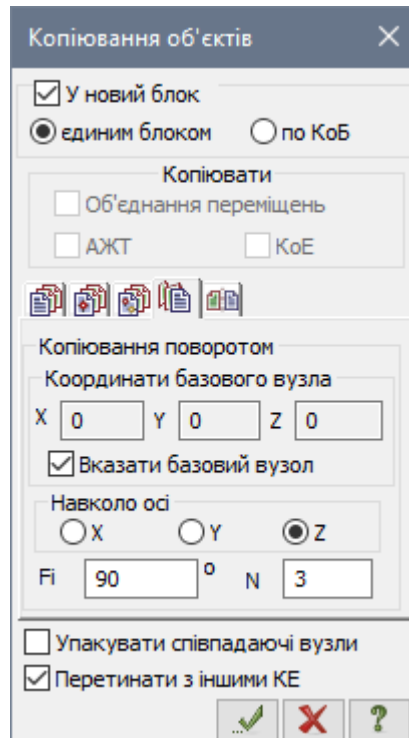

Рис. 5.12. Діалогове вікно Копіювання об'єктів
- Відкрийте діалогове вікно **Копіювання об'єктів** на закладці **Копіювання поворотом** (рис. 5.12), вибрав команду  – **Копіювання поворотом** в розкривному списку **Копіювання** (панель **Редагування** на вкладці **Створення та редагування**).